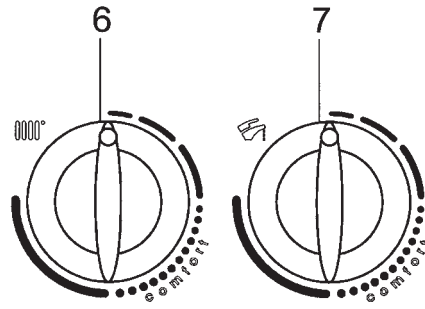

Figure 18A
- 1) tourner les boutons 6 et 7 (figure 1) dans le sens inverse des aiguilles d'une montre en les mettant sur la valeur minimum, comme le montre la figure 18A;
- 1) tourner les boutons 6 et 7 (figure 1) dans le sens inverse des aiguilles d’une montre en les mettant sur la valeur minimum, comme le montre la figure 18A;